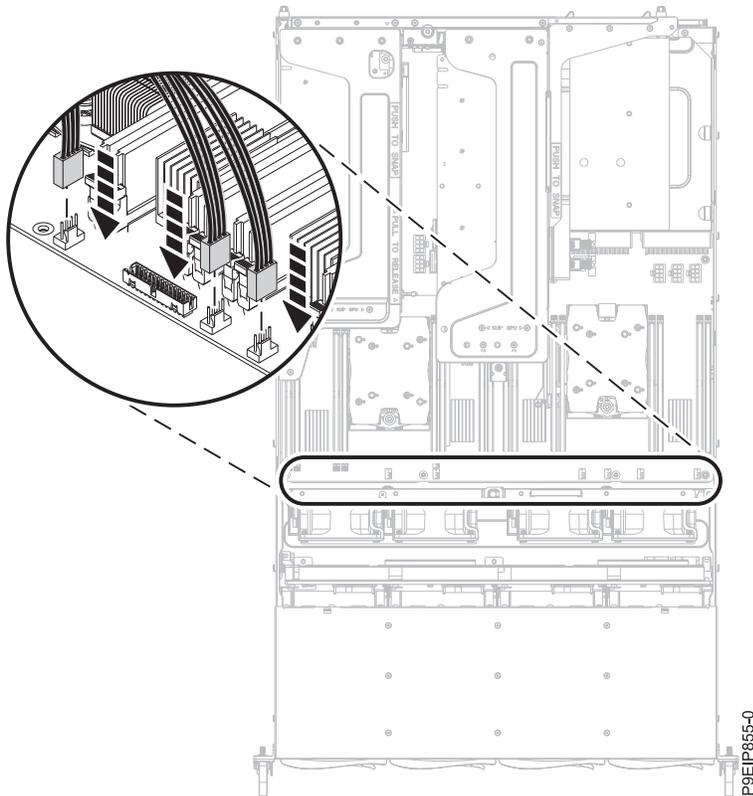

図 82. ファン・ケーブルの接続
22. 4 本のファン電源ケーブルをシステム・バックプレーンに接続します ( 77 ページの図 82 を参照)。